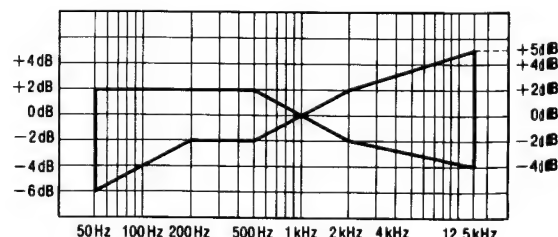

Fig. 5
4. Après cela, amplifier le signal enregistré sur la bande vierge CrO2 (QZZCRX) et la bande vierge métallisée (QZZCRZ) jusqu'à 15kHz et régler de la même manière que celle mentionné ci-dessus. Puis, vérifier que le niveau de fréquence soit en deçà de la plage montrée à la Fig. 5.